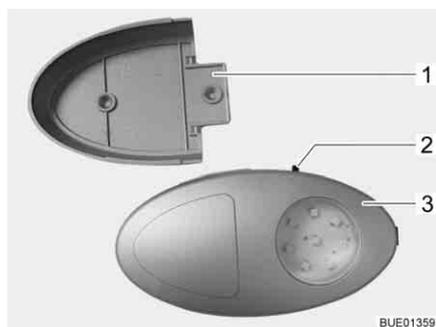

Fig. 67 Luci armadio guardaroba
- ▷ È possibile estrarre la luce armadio guardaroba dal supporto a vite (Fig. 67,1) e utilizzarla come torcia elettrica.
L'interruttore di accensione/spengimento (Fig. 67,2) è montato direttamente sulla luce armadio guardaroba (Fig. 67,3).